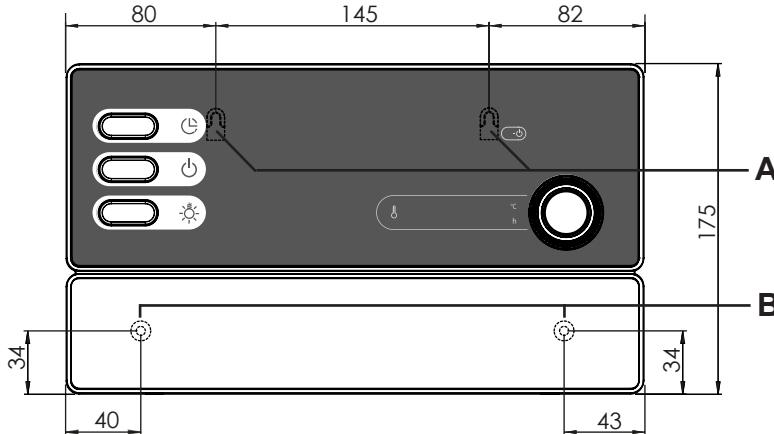

Bild1 Position på upphängningsanordningen och monteringshålen (mått i mm)
1. Skruva in två stjärnskruvar (16 mm) på ca 1,70 m höjd i bastuväggen tills 7 mm sticker ut. De båda skruvarna måste ha ett avstånd på 145 mm (se Abb.1).
3. Häng upp styrenheten i upphängningsanordningen **A** på de inskruvade skruvorna (se Abb.1).
4. Skruva in två stjärnskruvar (16 mm) i de nedre hålen **B** (se Abb.1).